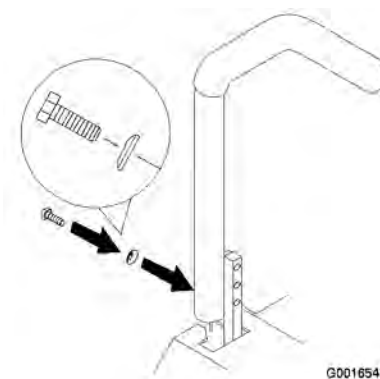

Figure 48
3. Desserrez les boulons et les rondelles bombées situées dans les leviers (Figure 48).